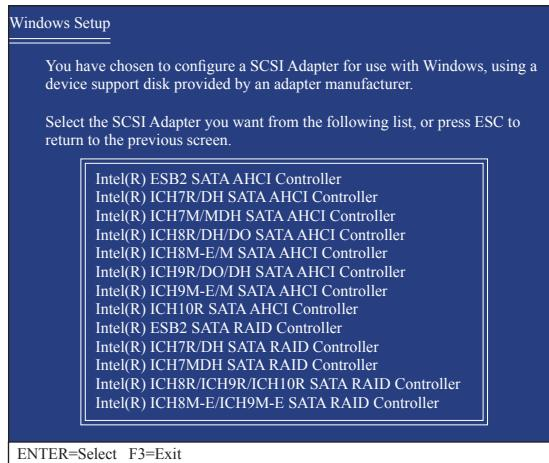

図 3
セットアップがフロッピーディスクの Intel ICH10R SATA RAID/AHCI ドライバを正しく識別したら、以下の図 3 のようなコントローラメニューが表示されます。上または下矢印キーを使用して、表示されたアイテムを 1 つ選択し、<Enter> を押します。BIOS セットアップの **SATA RAID/AHCI Mode** アイテムを RAID モードに設定したら、**Intel(R) ICH8R/ICH9R/ICH10R SATA RAID Controller** を選択します。(AHCI モードの場合、**Intel(R) ICH10R SATA AHCI Controller** を選択します)。